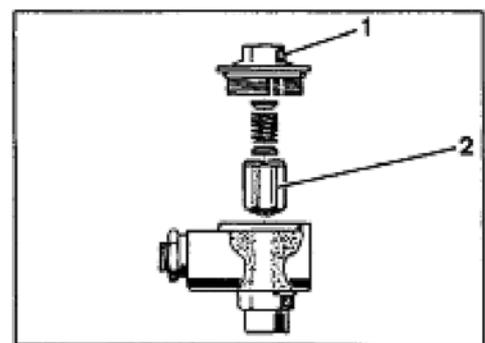

Bild 7-3
2. Oberteil (Bild 7-3/1) vom Rückschlagventil abschrauben und Ventilkörper (Bild 7-3/2) abnehmen.